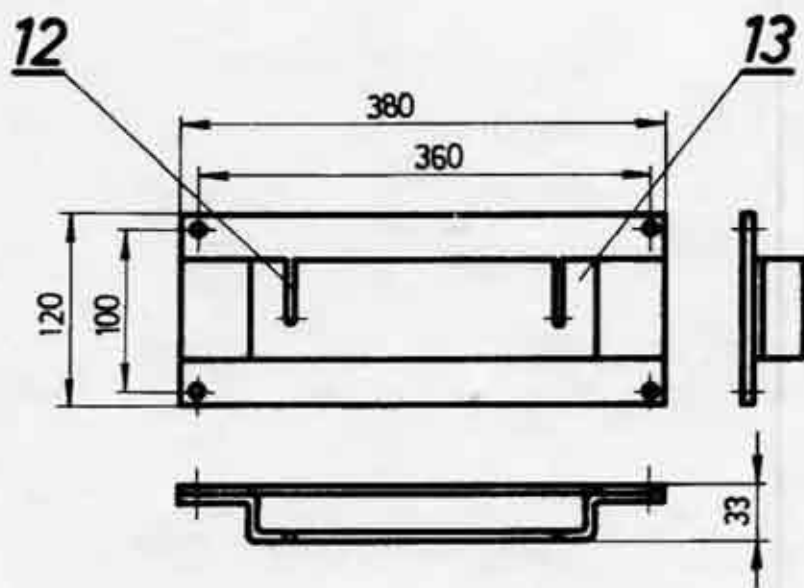

рис. 7. Стенной кронштейн типа КЛФ-32
### Монтаж кронштейна (рис. 7)
На расстояниях, указанных на рис. 7., устанавливаются шпильки в стену. Кронштейн с помощью шурупов прикрепляется к стене (13).
Корпус рефлектора, оснащенный консолью, вставляется в прорез (12, рис. 7.) стенного кронштейна (13, рис 5.) и прикрепляется с помощью болтов к стенному кронштейну.